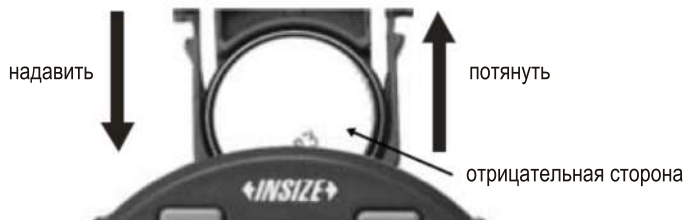

рис.1
1. Установите и извлеките аккумулятор (CR2032), отрицательная сторона аккумулятора должна быть обращена наружу (рис.1).